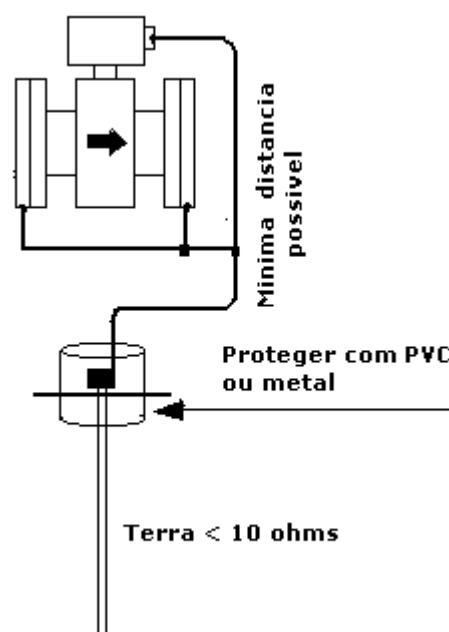

Figura 16
- No conversor, aterre o terminal terra do bloco terminal ou o terminal terra da caixa (invólucro). O terminal terra e o terminal terra da caixa são mutuamente conectados na unidade (**Figura 16**).